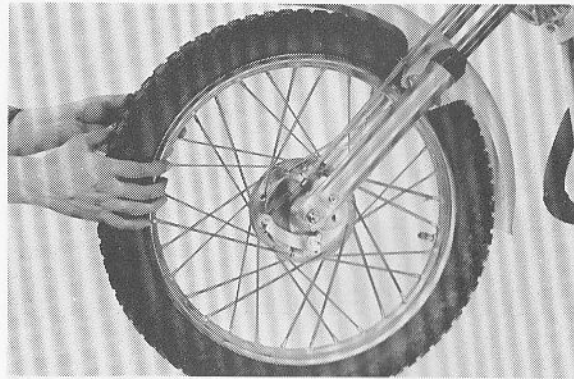

Fig. 2-6-4
- a. Raise the wheel off the ground. Spin. Check rim run out. (Fig. 2-6-4)
- a. Lever la roue du sol. La faire tourner. Vérifier le faux rond de la jante. (Fig. 2-6-4)